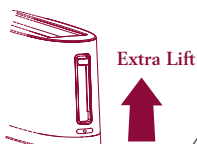

Abb. 7
- 5 Entnehmen Sie das Brot. Stellen Sie den Brotheber zur Vereinfachung der Brotentnahme noch weiter aufwärts und halten Sie ihn in dieser Position, bis Sie das Brot entnommen haben (Funktion EXTRA LIFT) (Abb. 7).